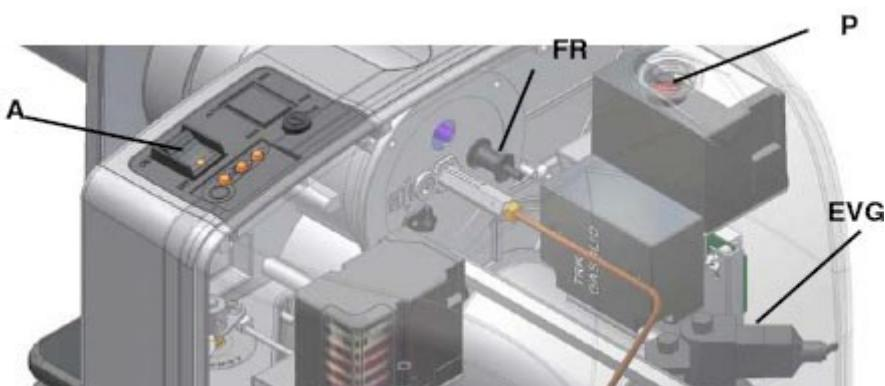

Fig. 5
1. allumer le brûleur; dans le cas de modèles à deux allures, positionnez le commutateur principal A sur ON (fig. 5);
6. Si le brûleur est bloqué, appuyez sur le bouton de déverrouillage P (Fig. 5) et répétez l'opération.